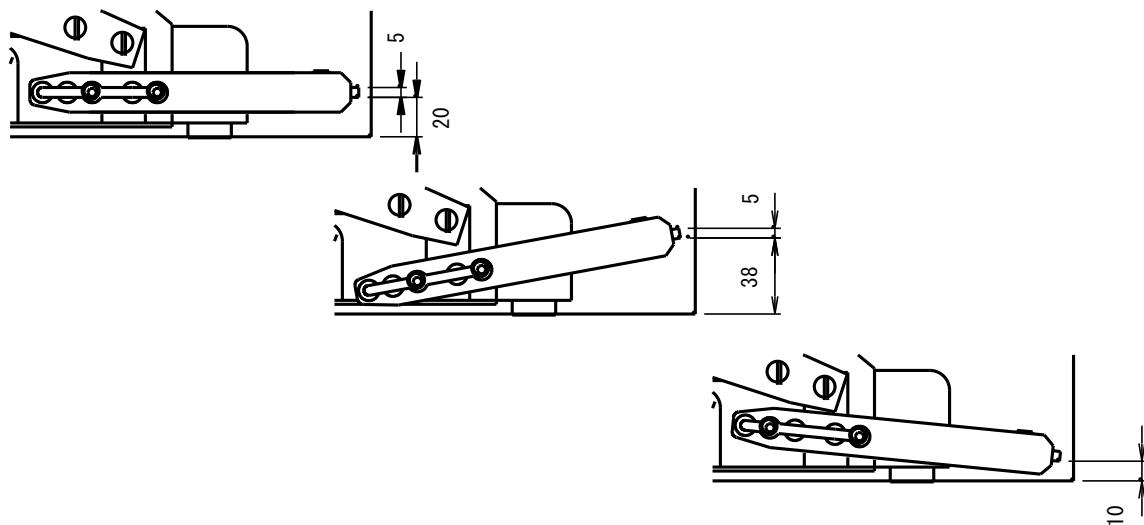

図3. ガイドローラー高さ
9. 台車停止中にリミットスイッチを押すことで、台車が定速で移動し位置合わせが容易になります。詳しくは 5.1 各部の名称の "(4) リミットスイッチ" をご参照ください。
11. ガイドローラーの高さを 3 段階調整できます。(5.1 各部の名称の図 3 をご参照ください)